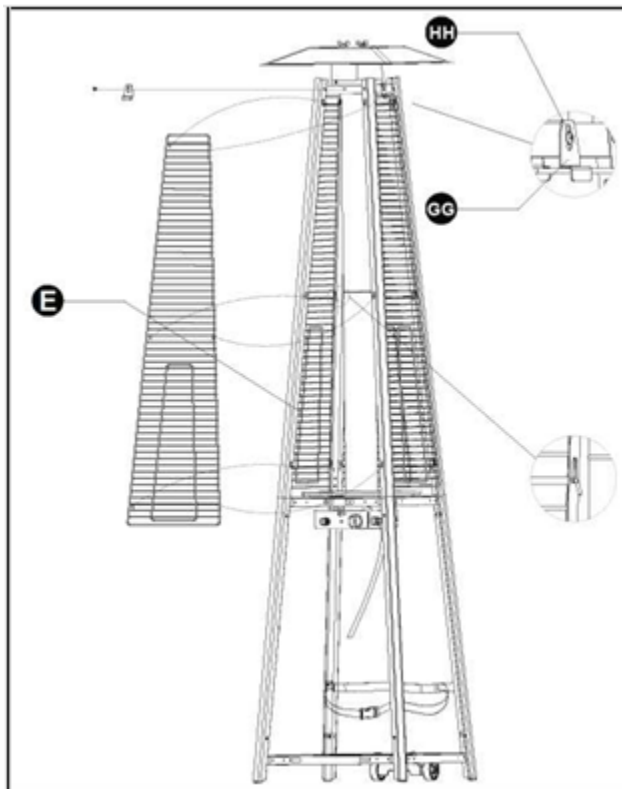

Рис. 11. Установка защитных решеток.
7. Установите защитные решетки (Е). Закрепите крючки защитных решеток (Е) в отверстиях в верхних опорах (D). Закрепите защитные решетки (Е) крепежными кронштейнами (GG) с помощью 4-х винтов 3/16” (НН), как показано на Рис.11.